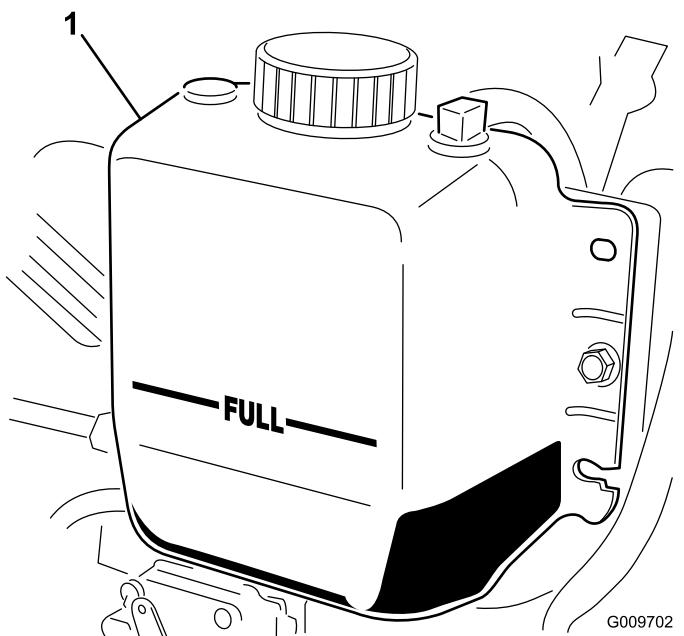

図 61
2. ラジエター内部の液量を点検する。ラジエターは補給口の首の部分まで、補助タンクはFULLマークまであれば適正です図 61。